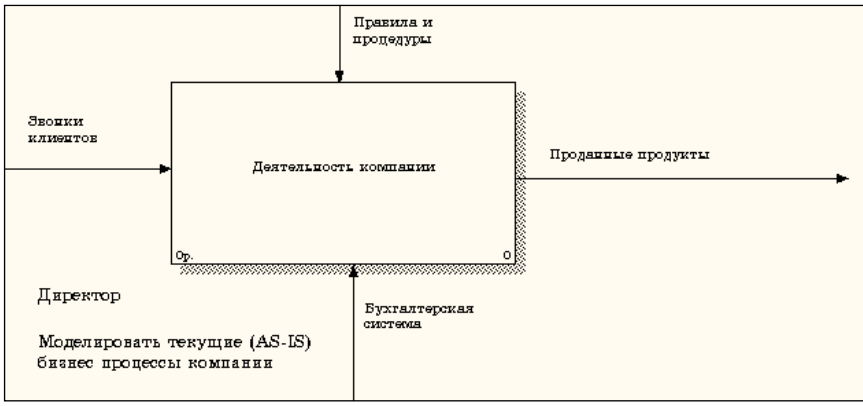

Рисунок 11.
13. С помощью кнопки **T** внесите текст в поле диаграммы - точку зрения и цель (рисунок 11). Результат показан на рисунке 12.